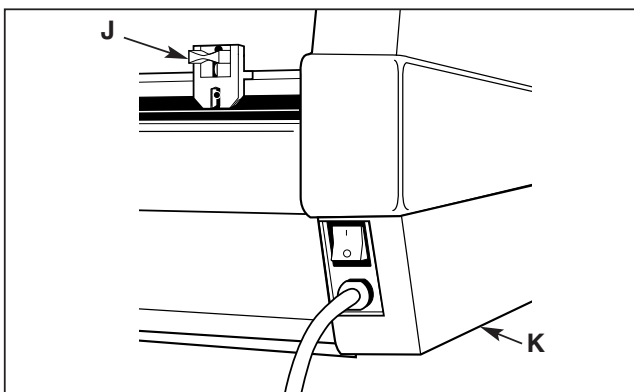

Figure 4
J. REAR SLITTER: Used to cut the film web where it exits the rear of the laminator (Figure 4).
K. CIRCUIT BREAKER: Electrical safety device, located under the left side cover, can be reset by the operator if tripped. (Figure 4).
J. COUTEAU ARRIÈRE : Utilisé pour couper la trame du film à la sortie, à l'arrière de la plastifieuse (figure 4).
K. DISJONCTEUR : Dispositif de sécurité électrique qui se trouve sous le couvercle, du côté gauche, et qui est réarmé par l'opérateur après son déclenchement. (Figure 4).